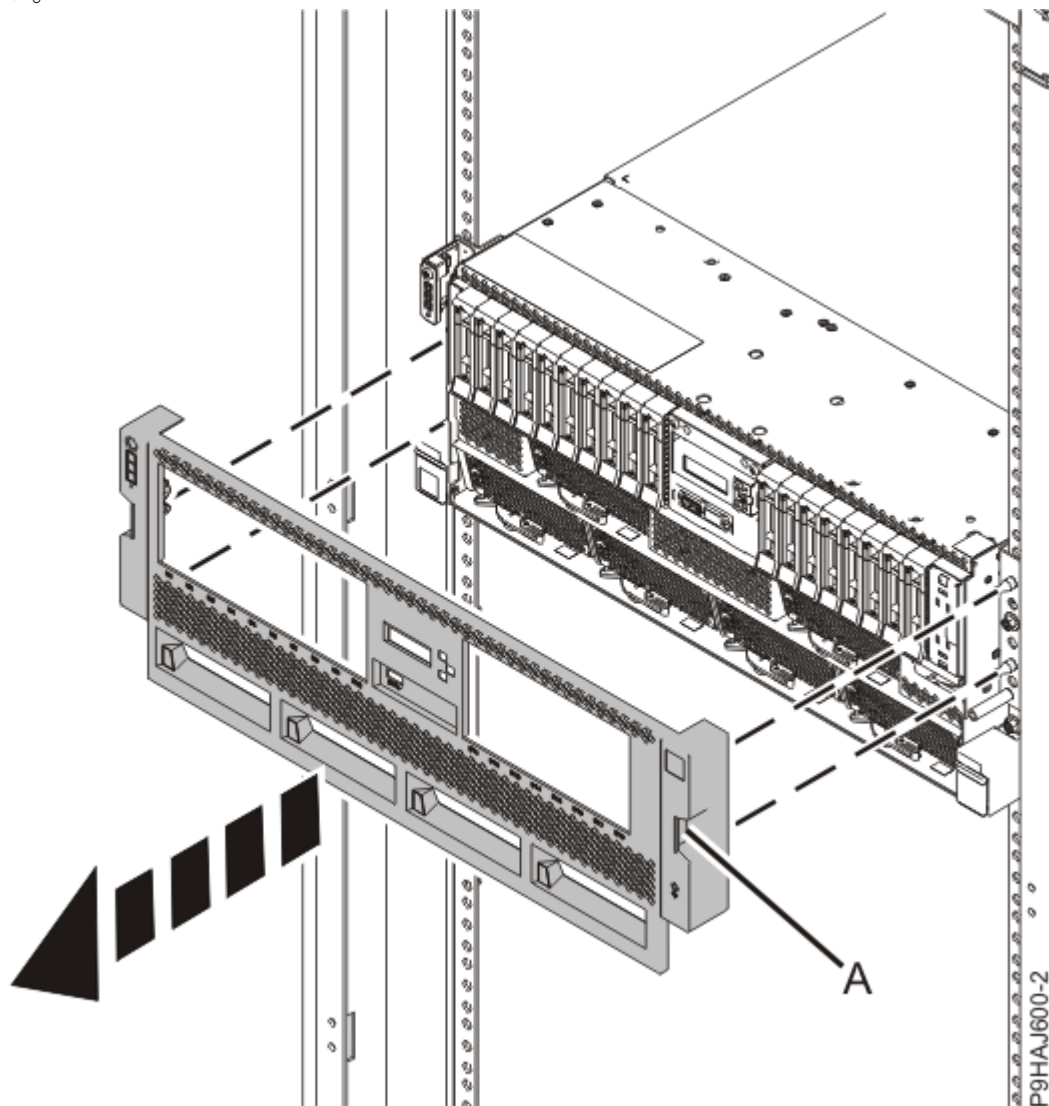

図 5. 前面カバーの取り外し
4. ラック・マウント型システムの場合は、前面カバーを引いてシステムから取り外します。カバーには、より簡単につかむことができるくぼみ **(A)** があります。7 ページの図 5 を参照してください。